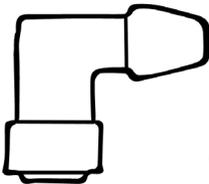

Bild 36
- Ta ut den extra tändstiftskontakten och ta bort skyddslocket från kontakten, bild 36.